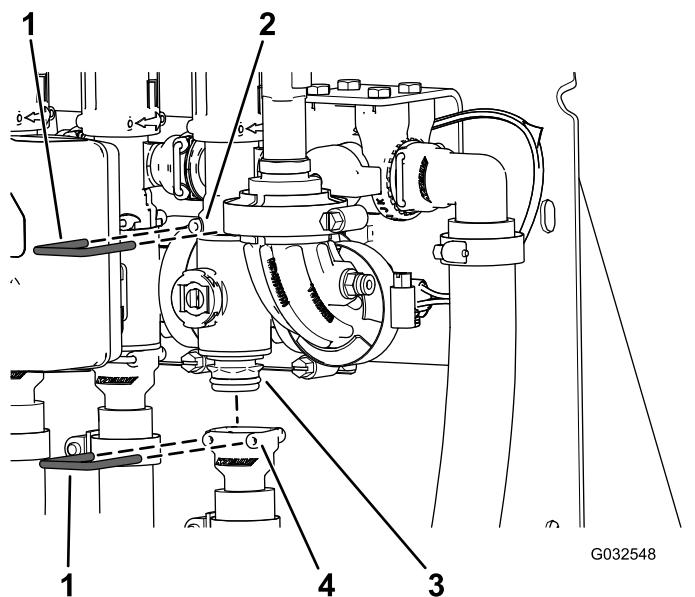

Figura 103
2. Rimuovete il fermo che fissa il collettore della valvola di sezione al raccordo di bypass (Figura 103).